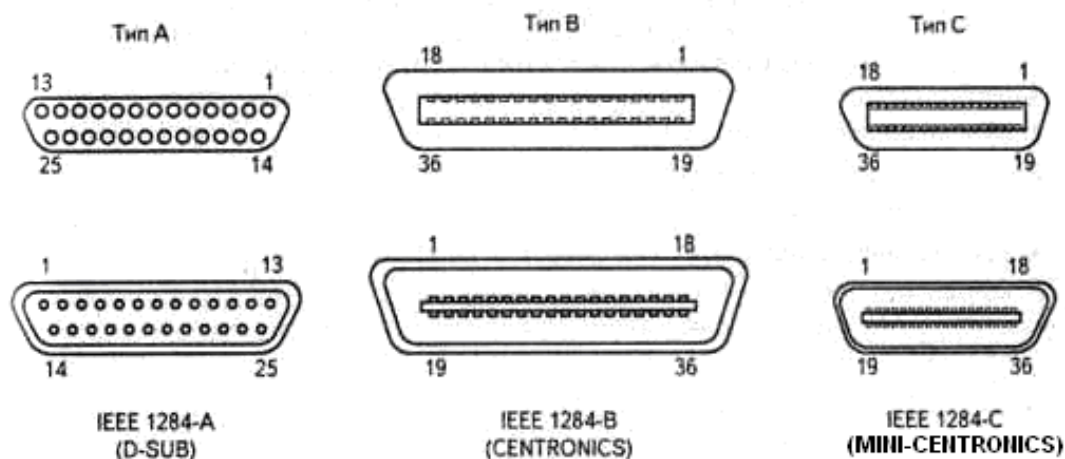

Рисунок 25 – Разъёмы IEEE 1284
5. Параллельные порты IEEE1284 (рисунок 25) – объединяет спецификации портов SPP, EPP и ECP, определяет электрическое и физическое устройство кабелей и разъемов параллельного интерфейса, параметры сигналов и протоколы взаимодействия. Стандартный параллельный кабель подключается к ПК через разъем DB25M (тип А), а к принтеру – через 36- контактную вилку с зажимами (обычно ее называют Centronics C36M – тип В). Стандарт определяет и новый тип разъема – 36-контактный mini-Centronics (тип С). Выпускаемые в настоящее время кабели для принтеров снабжаются всеми типами разъемов во всевозможных комбинациях.